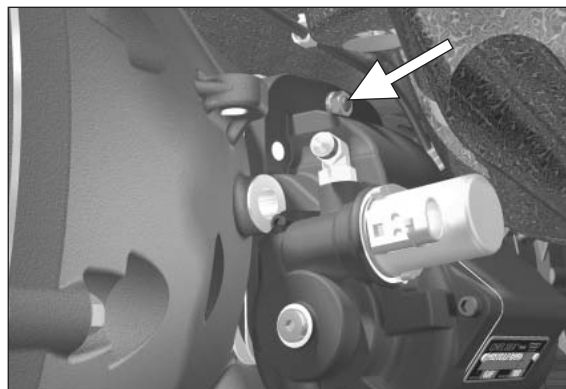

Figura 13
14. Instale la PTO sobre los pasadores y conecte la tuerca autobloqueante al pasador de reborde superior. En estos momentos **NO** apriete los conectores. (Figura 13)